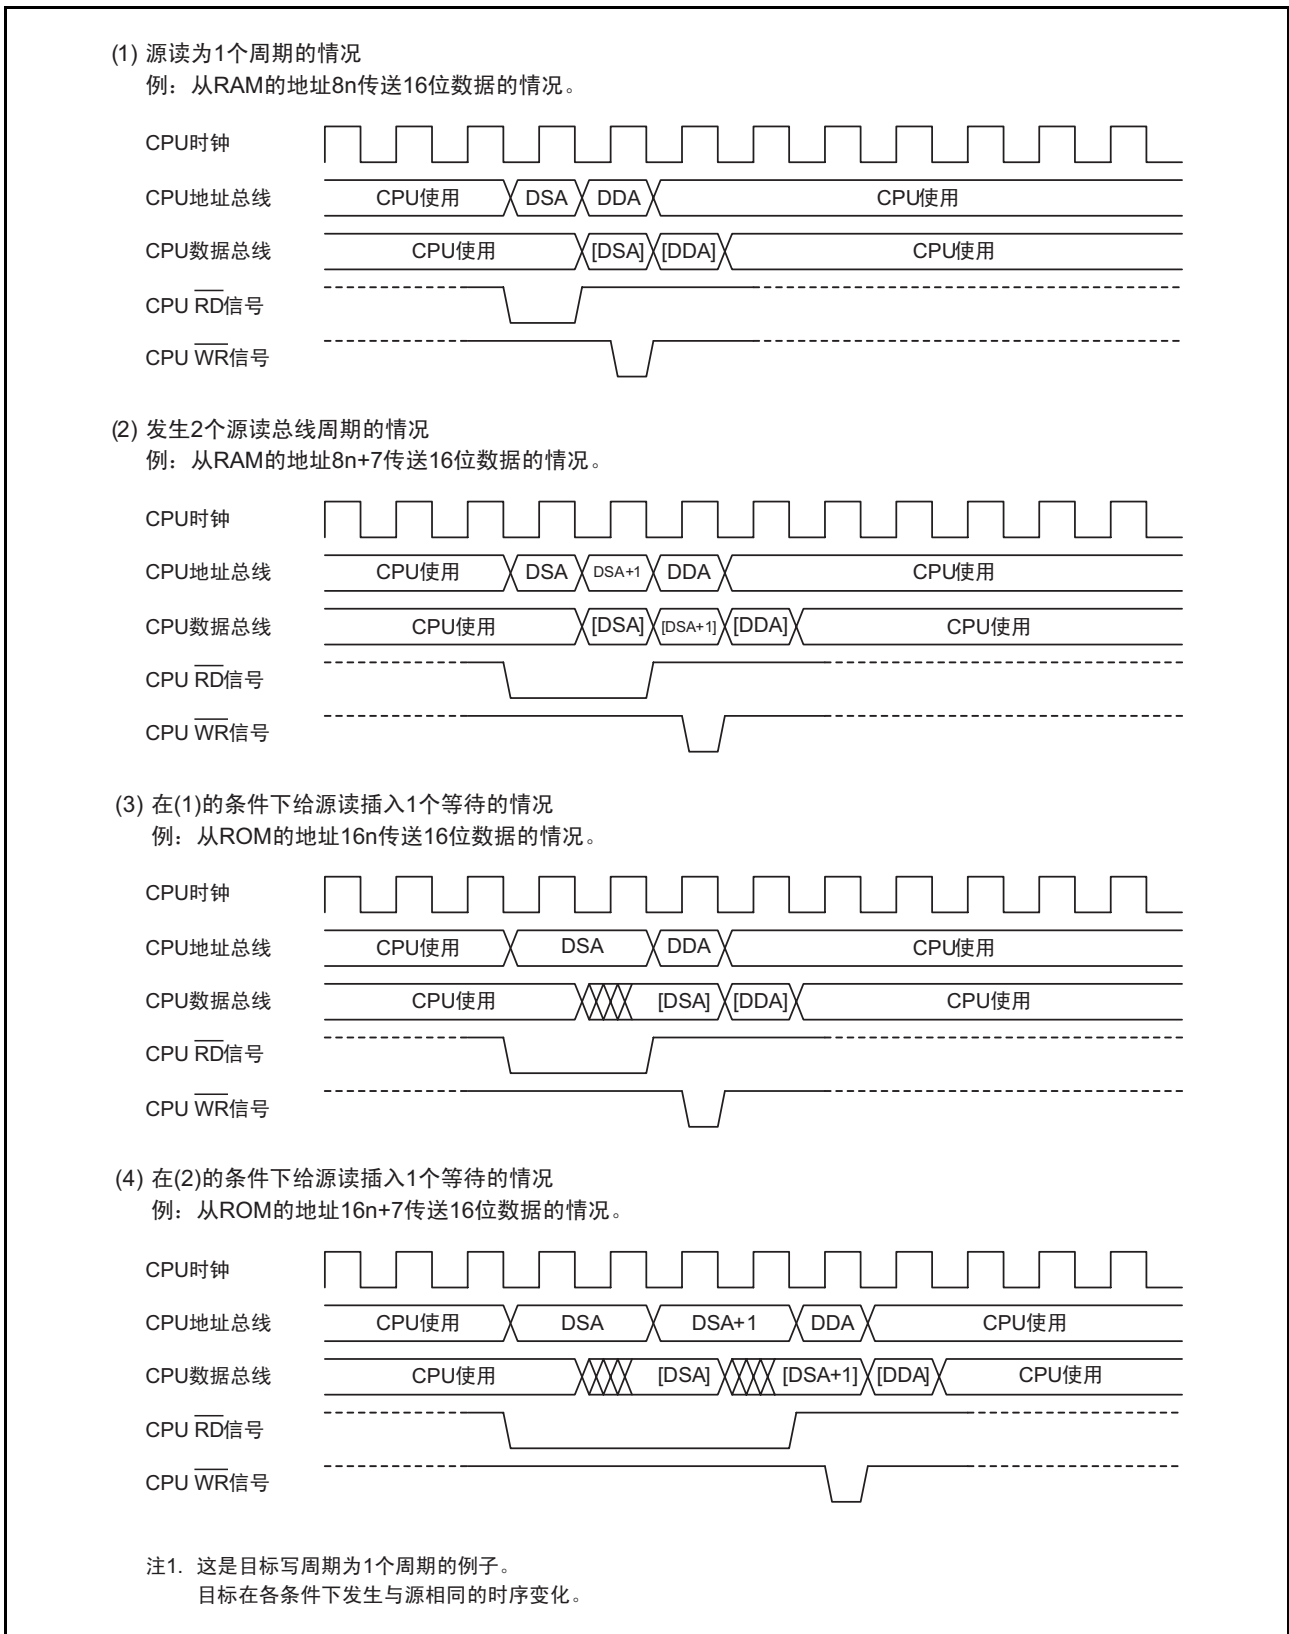

图 13.11 源读的传送周期例子
源读的传送周期例子如图 13.11 所示。此图中表示在目标地址为内部 RAM 并且目标写周期为 1 个周期时的各条件下的源读周期数。实际上，目标写周期和源读周期一样也受各条件的影 响，而且传送周期也发生变化。在计算传送周期时，各条件必须适用于目标写周期和源读周期。如图 13.11 (2) 所示，在发生 2 个总线周期时，源读周期和目标写周期各自需要 2 个总线周期。